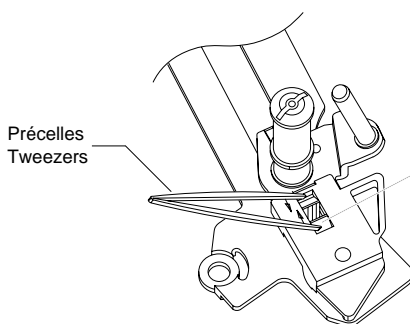
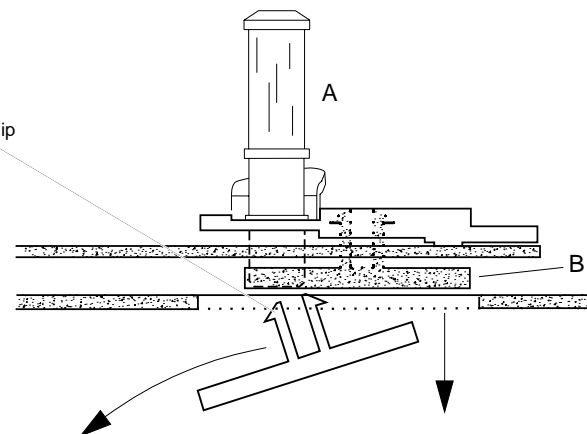

Fig. 18
Fig. 19
- A l'aide d'une pince resserrer les deux crochets à clip et retirer le guide-bande du chariot (Fig. 18).
- A l'aide d'une pince resserrer les deux crochets à clip (Fig. 18) et retirer le guide "A" de la plaque "B" (Fig. 19).
- Dégager le bras de chargement gauche de la plaque et retirer celle-ci de la mécanique par le bas à travers l'orifice du châssis (Fig.19).
- Compress the two snap hooks by means of tweezers and remove the reverse roller from the holding plate (Fig. 18).
- Unhook the tension arm spring (pos. 11) to avoid the tension arm spring being pre-loaded.
- At the bottom side of the tape deck, partially unhinge the sensor print and remove the tension lever (pos.112M).
- Compress the two snap hooks by means of tweezers (Fig. 18) and remove the reverse roller "A" from the plate "B" (Fig. 19).
- Release the loading arm (left) from the holding plate and withdraw the latter through the cutout in the chassis (Fig. 19).